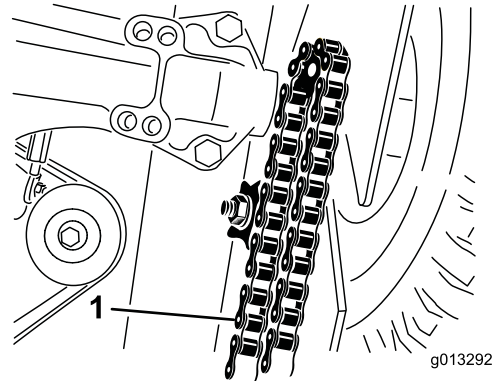

Bild 18
2. Heben Sie die Maschine vorne an, um die Ketten zugänglich zu machen (Bild 18), und blockieren sie.